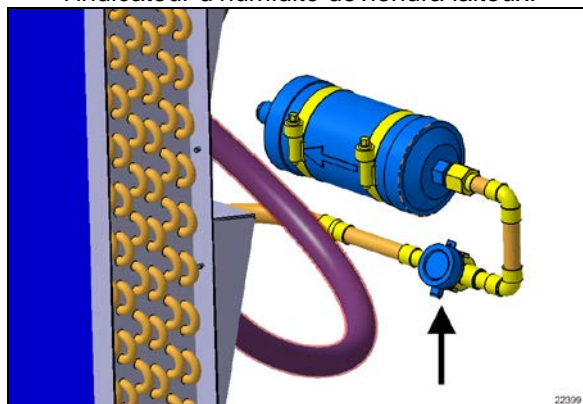

FIGURE 80 : REGARD DE L'INDICATEUR D'HUMIDITÉ
- 2- Lorsque la climatisation est en marche depuis au moins dix minutes, le regard de l'indicateur d'humidité (FIGURE 80) doit être transparent. Il ne doit pas être laiteux et ne doit pas contenir de bulles. La présence de bulles dans le regard de l'indicateur d'humidité est un signe de faible charge du fluide frigorigène. La température du filtre déshydrateur qui se trouve à proximité doit être presque uniforme, avec une différence de 5 °F entre l'aspiration et l'évacuation. Un filtre partiellement bloqué produira de la vapeur instantanée et le l'indicateur d'humidité deviendra laiteux.